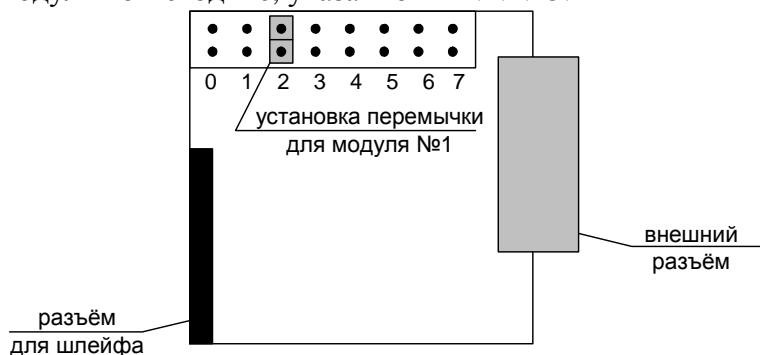

Рис. 4.1 Установка адресной перемычки для модуля №1 ввода/вывода.
- вынуть неисправный модуль и провести ремонт вышедшего канала, либо заменить модуль на исправный, при этом необходимо правильно установить перемычку внутреннего адреса модуля (см. рис.4.1)